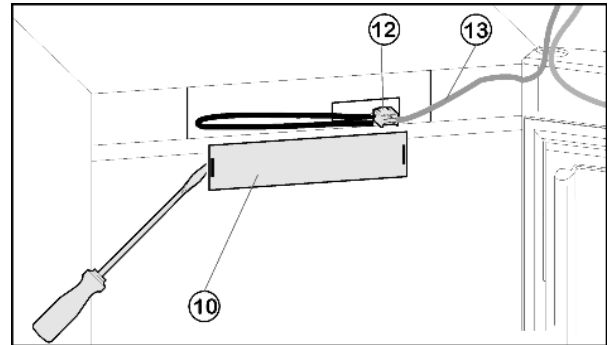

Fig. 8
- ▶ Enlever le panneau Fig. 8 (10) de face avec un tournevis.
- ▶ Enlever le contact et détacher le raccord enfichable Fig. 8 (12).
- ▶ Desserrer le câble Fig. 8 (13) gris hors du guidage.